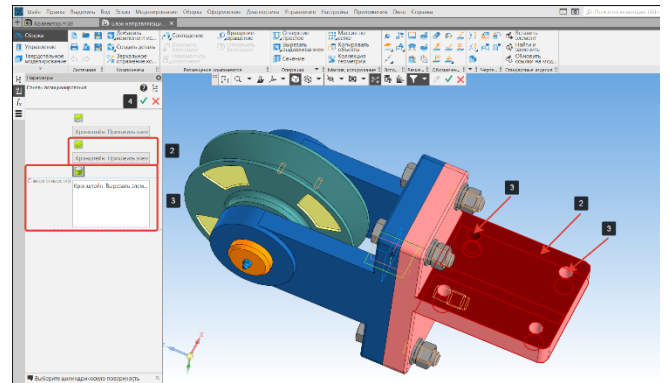

Рисунок 352 – Конечная поверхность и крепежные отверстия
- Укажем конечную поверхность (2) и крепежные отверстия, в которые будут добавлены крепежные соединения (3). Все указанные отверстия отображаются в списке отверстий (3) (Рисунок 352);
- После того, как указаны начальная, конечная поверхность и крепежные отверстия нажмем кнопку Создать объект (4) (Рисунок 352);